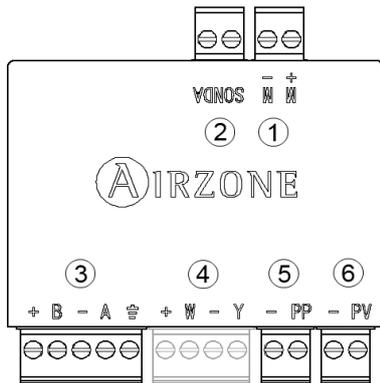

Fig. 15
El módulo local de zona (Fig. 15) es el encargado de la gestión y alimentación de la compuerta motorizada a la que esté conectado y de la comunicación con el termostato de la zona. En el caso de zonas donde sólo se controlen elementos radiantes, se instalará un módulo para la gestión de la temperatura y control del relé de la placa de control radiante. Además ofrece otras funcionalidades como son:
①	Conector del elemento motorizado
②	Conector Sonda
③	Conexión con central
④	Conexión termostato (Sólo AZAMLZONAC)
⑤	Conexión del detector de presencia*
⑥	Conexión del detector de ventana*
El módulo local de zona (Fig. 15) es un elemento que se conecta al bus de expansión de la central ③. Se realiza mediante una borna de 5 pines. Para ello fije el cable con los tornillos de la borna, respetando el código de colores asociado a la serigrafía (Fig. 16).